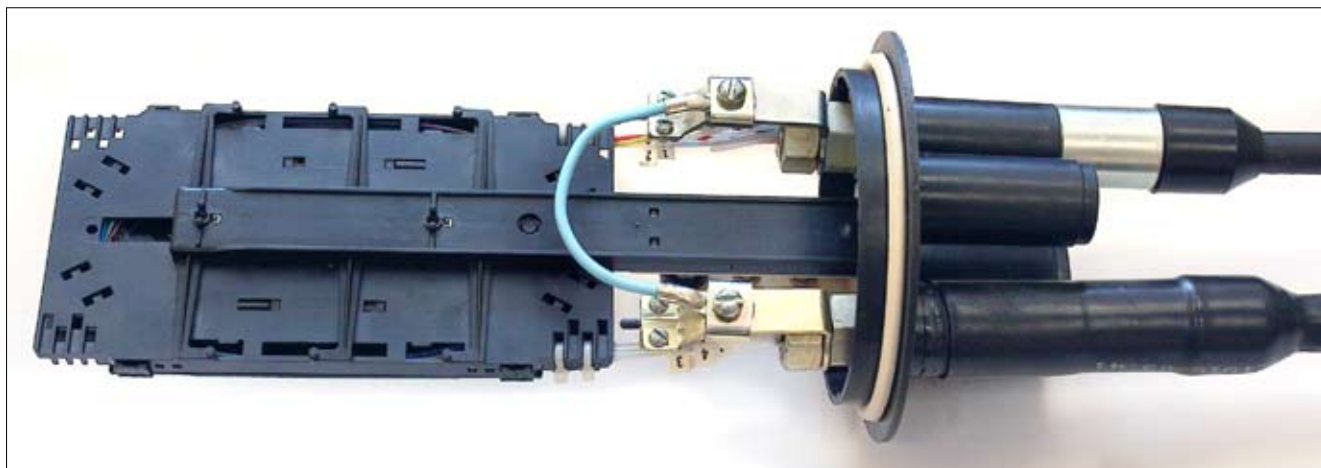

Рис. 3.6. Соединение брони ОК перемычкой.
3.4.2. Если в муфту с помощью комплектов №4 введены бронированные ОК и необходимо соединить их броню, то данная операция выполняется с помощью перемычки как показано на рис. 3.6.